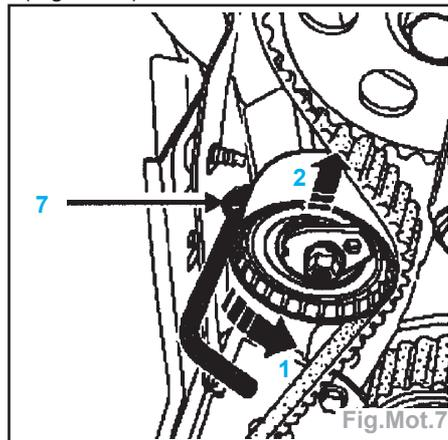

Fig.Mot.7
• la languette (7) soit bien en butée sur le carter intérieur de distribution,
- Faire pivoter (dans le sens de la flèche 1), la languette (7) à l'aide d'une clé six pans de 6 mm, puis pousser (dans le sens de la flèche 2) le galet (Fig.Mot.7)